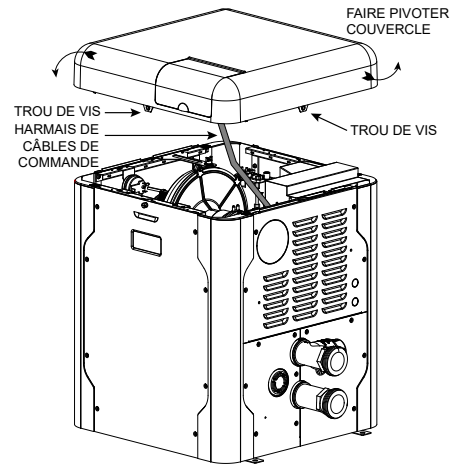

Figure 34. Retrait du couvercle de l'appareil
Pour faire pivoter le couvercle, retirez les (2) vis moletées qui l'unissent à la paroi de l'appareil, comme indiqué ci-dessous. Faites pivoter le couvercle à la position désirée et réinstallez les vis moletées pour le fixer à la paroi de l'appareil, voir **Figure 34**, page 27.
1. Retirez les vis moletées des faces avant et arrière, voir Figure 34.